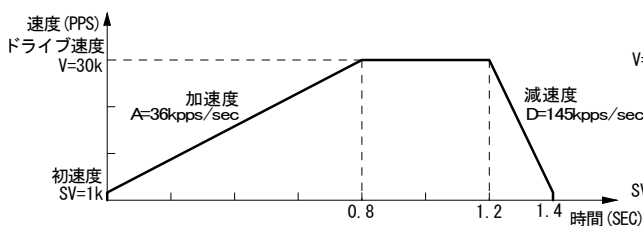
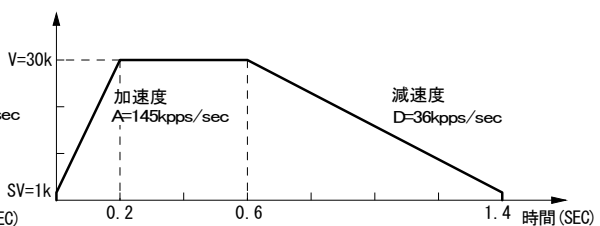

図 2.11 非対称直線加減速ドライブ(加速度<減速度)
図 2.12 非対称直線加減速ドライブ(加速度>減速度)
さまざまなワークのスタッキング装置などでは、垂直方向に対象物を動かす場合、対象物に対して重力加速度が加わるために上下移動の加速度と減速度を変えたい場合があります。本ICは、このように加速度と減速度の異なる非対称直線加減速の定量パルスドライブにおいても自動減速させることができます。あらかじめ計算によってマニュアル減速点を設定しておく必要はありません。図 2.11 は、加速度より減速度が大きい例、図 2.12 は減速度より加速度が大きい例です。このような非対称の直線加減速においても、出力パルス数Pと、各速度パラメータ値から減速開始点をIC内部で算出します。
- ・ 加速度 > 減速度 (図2.12) の場合、加速度と減速度の比率に次のような条件があります。
- ・ 加速度 > 減速度 (図2.12) の場合、加速度 A と減速度 D の比率が大きくなればなるほど引き摺りパルスが多くなります (A/D=10倍で最大10パルス程度)。引きずりパルスが問題になる場合には、①初速度を上げる、②加速カウンタオフセットにマイナス値をセットする、等で対処します。
前記、図2.11に示す非対称直線加減速 (加速度 < 減速度) 定量パルスドライブのパラメータ設定は、次のようになります。